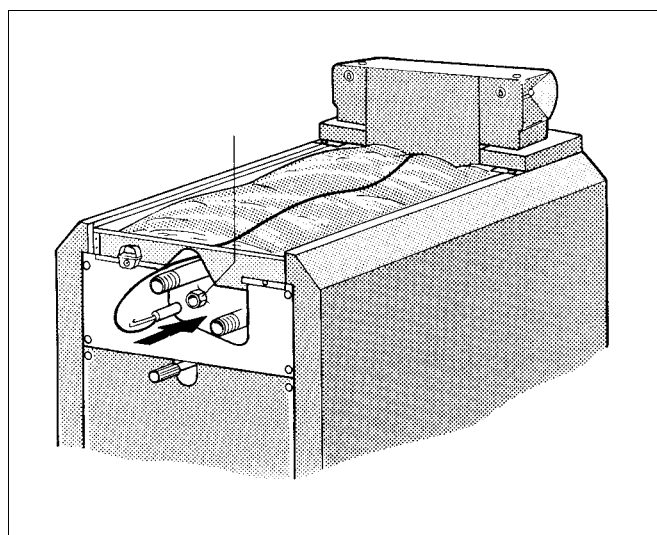

Рис. 17 Место замера
- Проведите капиллярные трубки температурных датчиков и провод датчика температуры котловой воды к месту замера (рис. 17, **поз. 1**). При этом размотайте их только на необходимую длину.